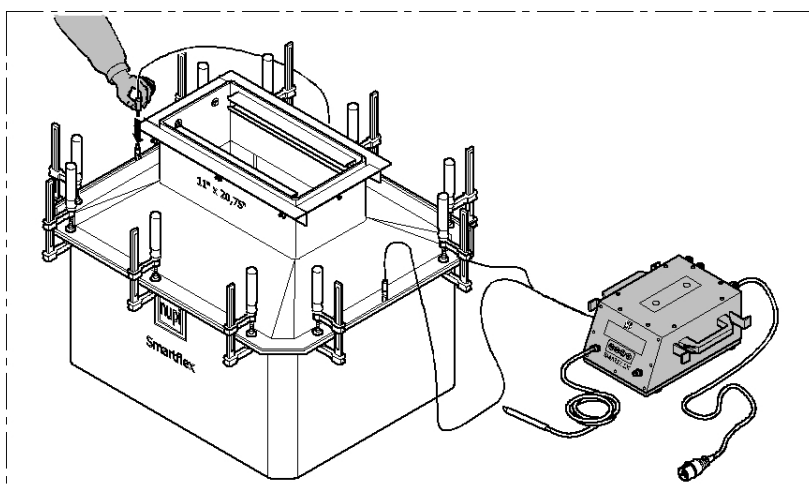

Fig. 4
- Soldar o escoadouro, mediante o específico código de barras, seguindo as instruções que aparecem no display da soldadora. (Fig. 4)